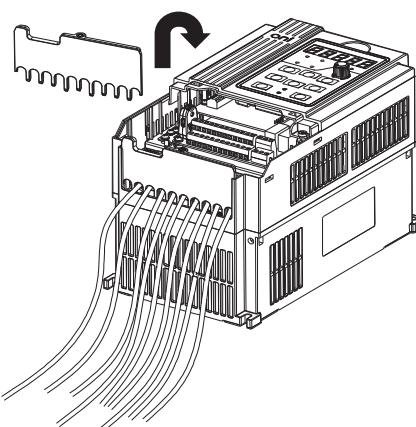

Рисунок 3.11 – Удаление и установка платы с проводами
G. Удаление и установка платы с проводами. Удалите плату, когда провода отсоединены. После подключения входных и выходных кабелей защелкните плату с проводами на место (рисунок 3.11).